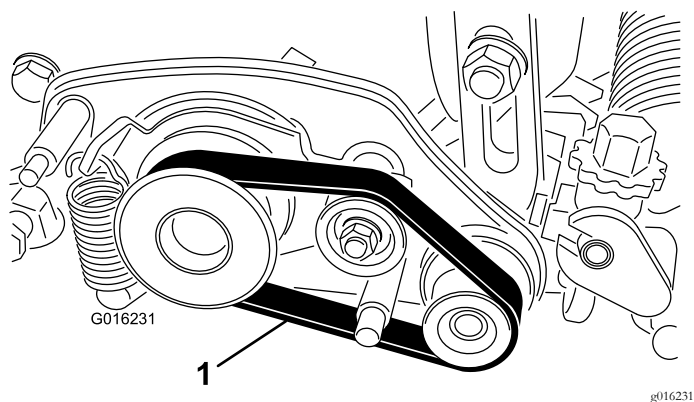

图30
2. 从主动皮带轮、怠轮皮带轮和从动皮带轮上拆下皮带图30。